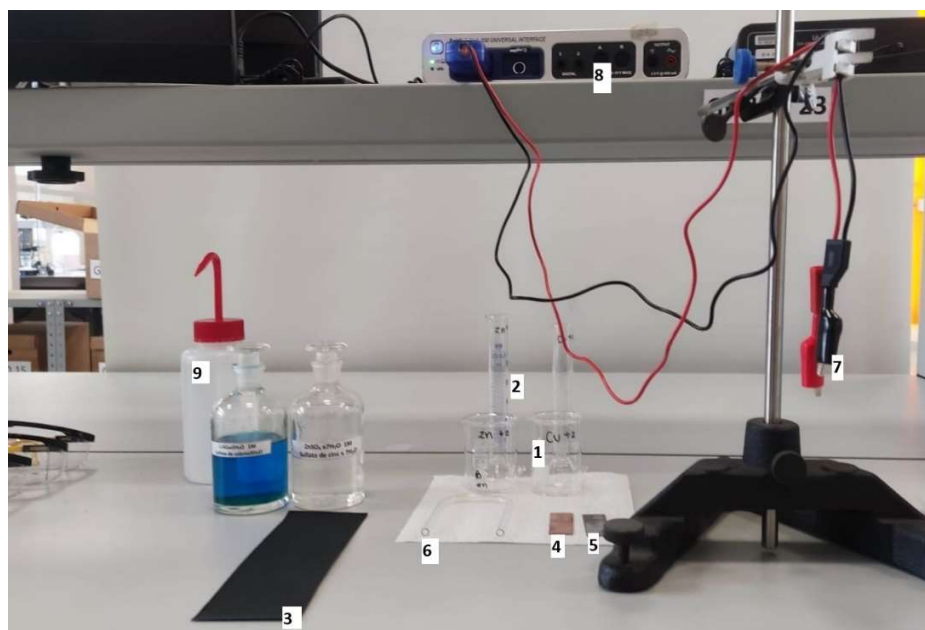

Figura 1. Materiales para parte 1, dispuestos en el puesto de trabajo.
11. Retire el puente salino. Enjuáguelo con cuidado usando abundante agua del lavadero. Deje el puente sobre un trozo de toalla nova en la misma ubicación que se presenta en la Figura 1.
13. Vacíe la solución de los vasos de precipitados en el frasco correspondiente a cada solución. Tenga cuidado de no equivocarse de frasco. Deje los vasos boca arriba y sin lavar cerca del montaje como se presenta en la Figura 1. No lave las probetas.